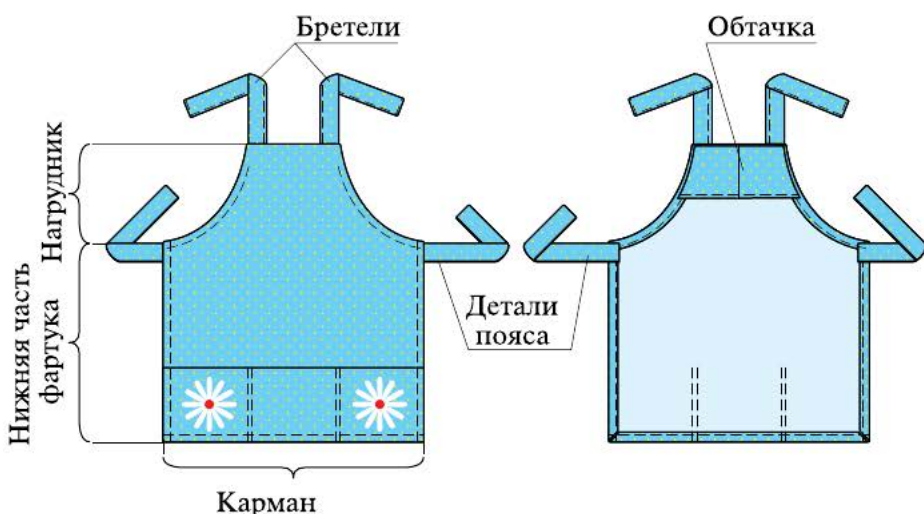

Рис. 6.38. Фартук цельнокроеный
2. Зарисуйте в тетради (альбоме) эскиз модели фартука (рис. 6.38). Выполните описание своей модели (см. пример).
Описание модели фартука. Фартук цельнокроеный из хлопчатобумажной ткани (см. рис. 6.38), состоящий из основной детали, обтачки, кармана, бретелей и пояса. Художественное оформление фартука тесьмой, вышивкой или аппликацией.